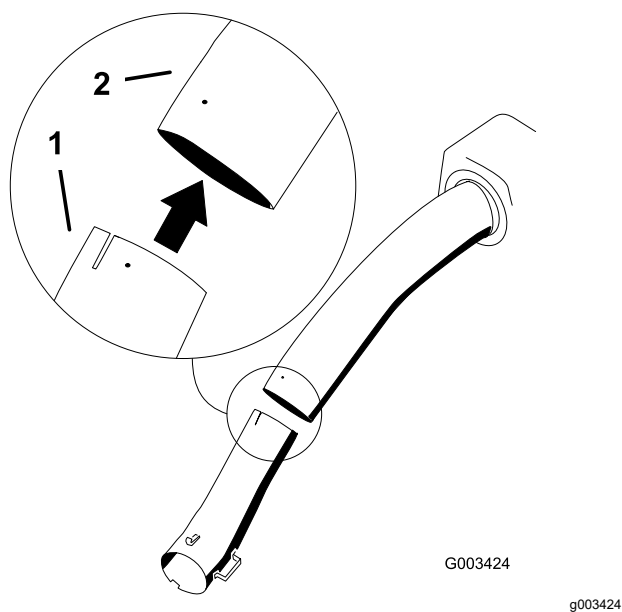

Figure 24
7. Insérez le tube inférieur dans le tube supérieur (Figure 24).